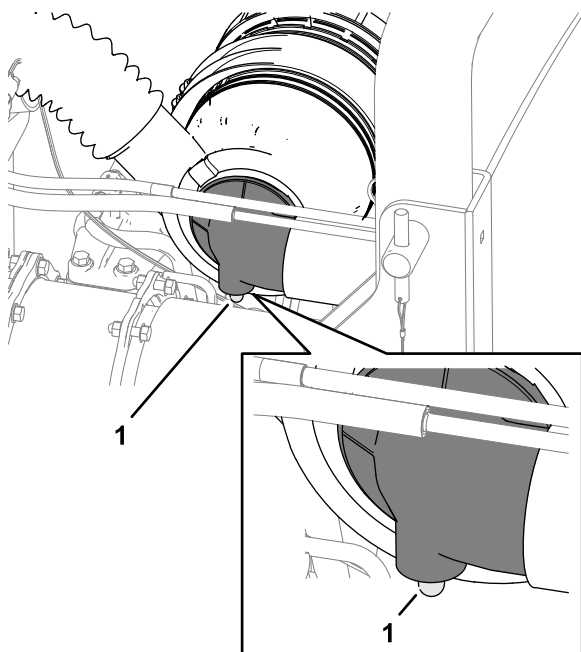

Bild 51
2. Prüfen Sie die Verstopfungsanzeige des Luftfilters (Bild 51).
**Hinweis:** Warten Sie den Hauptluftfilter, wenn die Verstopfungsanzeige des Luftfilters (Bild 51) rot ist. Das häufige Auswechseln des Luftfilters erhöht die Gefahr, dass Schmutz in den Motor gelangt, wenn der Filter entnommen ist.